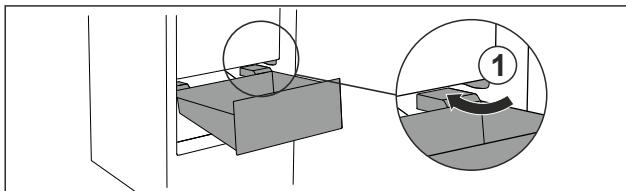

Fig. 37
- Обвести висувний ящик навскіс навколо стопора Fig. 37 (1).